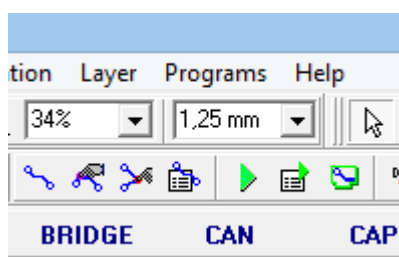

Рис. 6.2.1
1. По командам **View/Units** выбрать метрическую систему единиц — mm. Далее устанавливаем размер сетки 1,25 мм. Для этого поместить курсор в строке состояний в поле, показывающее текущую сетку. Щелкнуть ЛК и ввести 1,25. Нажать клавишу Enter (рис. 6.2.1).